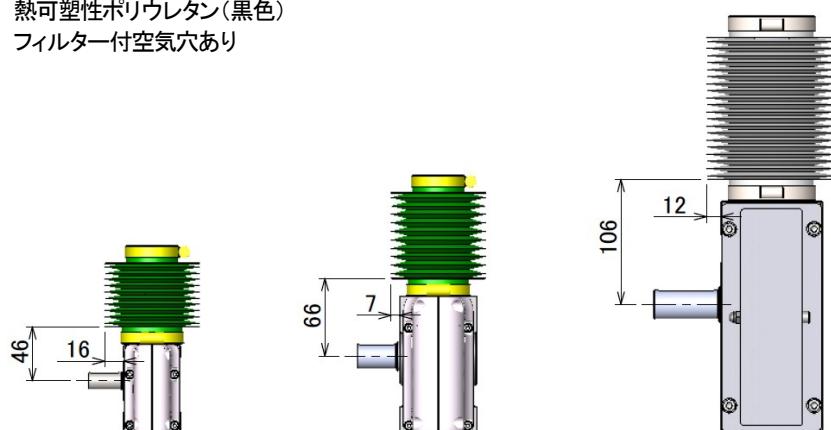

図 23 ジャバラ取付状態-1(左:ZCA25 中:ZCA35 右:ZCA45)
① 注意事項
- ・ジャバラはZCA本体より若干はみだしています。特に入力軸にプーリ、スプロケットやカップリングを取付ける場合、干渉しないことをご確認ください。(図23参照)